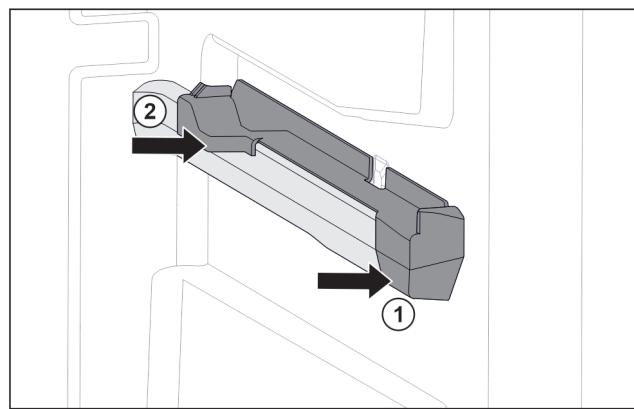

Fig. 51 Вставна частина на правому ребрі для резервуару
- Одягти вставну частину вперед на ребро резервуару. Fig. 51 (1)
- Притиснути вставну частину позаду. Fig. 51 (2)